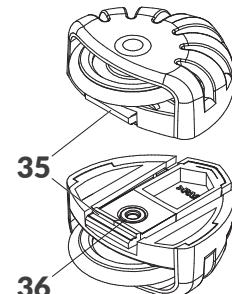

Рис. 7.
1. Нажмите на зацеп **35** верхнего ролика (см. Рис. 7) в сторону колесика ролика и сдвиньте ролик с направляющей корпуса принтера в направлении пластины с соплами. Нижний ролик **3** оставьте на месте.
1. Нажмите зацеп **35** верхнего ролика (см. *Рис. 7 на странице 22*) в сторону колесика ролика и сдвиньте ролик с направляющей корпуса принтера в направлении пластины с соплами.
1. Нажмите на зацеп **35** верхнего ролика (см. *Рис. 7 на странице 22*) в сторону колесика ролика и сдвиньте ролик с направляющей корпуса принтера в направлении пластины с соплами. Подобным способом снимите нижний ролик **3**.